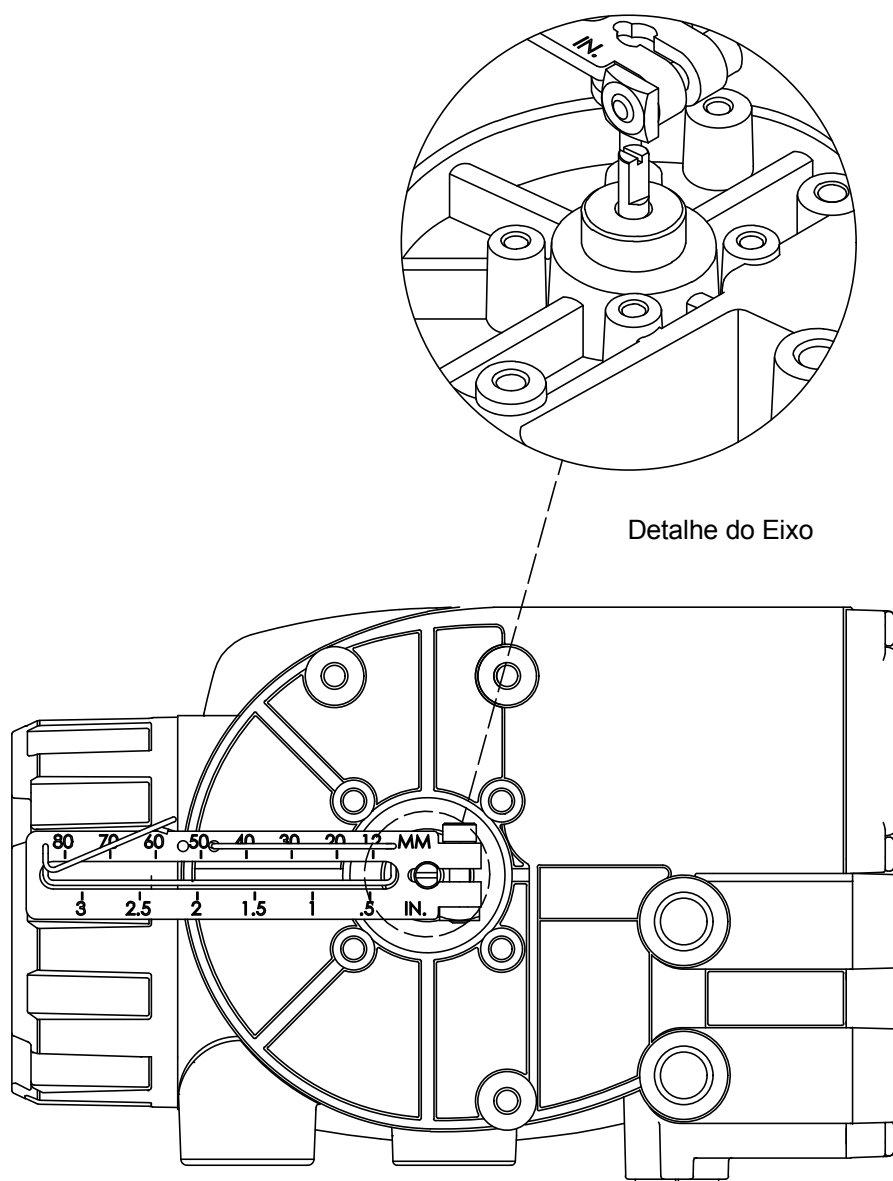

Figura 5 – Orientação do eixo do potenciômetro e montagem da alavanca de realimentação para a instalação em atuadores lineares Valtek
- Instale a alavanca de realimentação no eixo do potenciômetro que fica localizado na face traseira do posicionador. Neste caso, a face plana do eixo do potenciômetro deve ficar na posição vertical, voltada para o lado da tampa pneumática (vide Figura 5) e a alavanca de realimentação ficará voltada para o lado direito do posicionador (em direção à tampa dos terminais). Aperte firmemente o parafuso Allen que fixa a alavanca de realimentação no eixo do potenciômetro.
- Instale a alavanca de realimentação no eixo do potenciômetro que fica localizado na face traseira do posicionador. Neste caso, a face plana do eixo do potenciômetro deve ficar na posição vertical, voltada para o lado da tampa pneumática (vide Figura 5) e a alavanca de realimentação deve ficar voltada para o lado esquerdo do posicionador (também em direção à tampa pneumática). Aperte firmemente o parafuso que fixa a alavanca de realimentação no eixo do potenciômetro.
- Instale a alavanca de realimentação no eixo do potenciômetro que fica localizado na face traseira do posicionador. Neste caso, a face plana do eixo do potenciômetro deve ficar na posição vertical, voltada para o lado da tampa pneumática (vide Figura 5) e a alavanca de realimentação deve ficar voltada para o lado direito do posicionador (em direção à tampa dos terminais elétricos). Aperte firmemente o parafuso que fixa a alavanca de realimentação no eixo do potenciômetro.